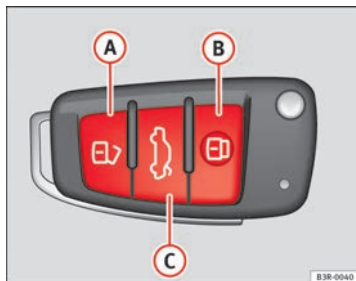

Abb. 77 Funkschlüssel:
- Drücken Sie die Taste **A** ⇒ Abb. 77 etwa 1 Sekunde lang.